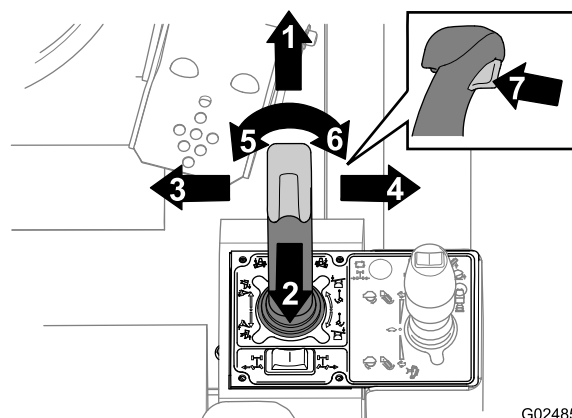
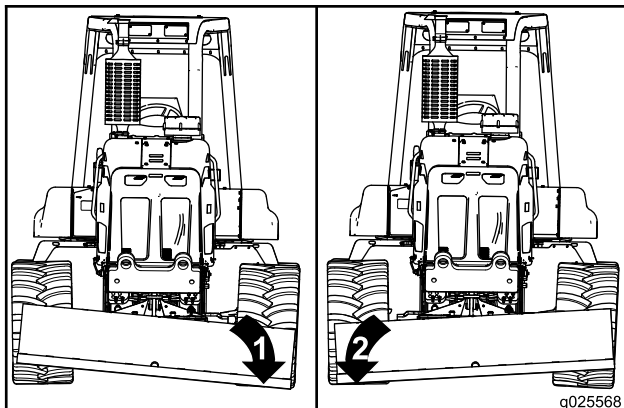
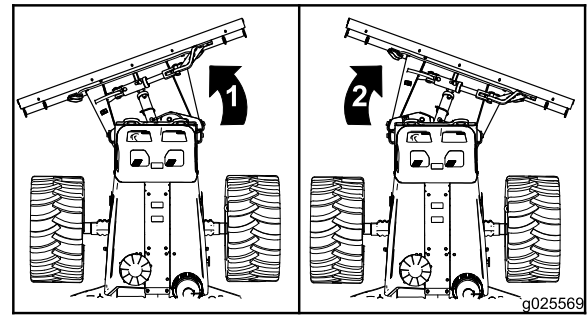

Figura 53
Figura 56
Figura 57
Use la hoja de relleno para volver a introducir los restos en la zanja. Se controla la hoja de relleno con el joystick de la hoja de relleno/arado vibratorio. Utilice el joystick, el gatillo y el interruptor de pulgar según se muestra en Figura 53.
- Para inclinar la hoja de relleno hacia abajo en el lado izquierdo: mueva el joystick a la izquierda (hacia usted) (Figura 53 y Figura 56).
- Para inclinar la hoja de relleno hacia abajo en el lado derecho: mueva el joystick a la derecha (alejándolo) (Figura 53 y Figura 57).
- Para girar la hoja de relleno a la izquierda: presione la parte izquierda del mando del pulgar (Figura 57).
- Para girar la hoja de relleno a la derecha: presione la parte derecha del mando del pulgar (Figura 57).
- Para mantener la posición de la hoja de relleno: mantenga el joystick en la posición de Mantenimiento (punto muerto) (Figura 53).
- Para flotar la hoja de relleno: apriete el gatillo (Figura 53).